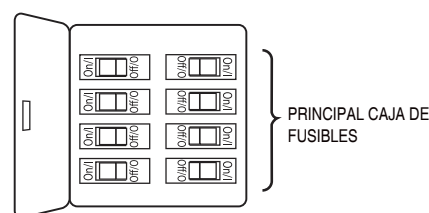

Figura 2
2. El cable de soporte del techo necesita atravesar el centro. Orificio del soporte de techo durante el montaje. Usando los dos tornillos # 8-32 sujetan firmemente la junta del soporte de techo y el soporte del techo a la caja de conexiones del techo como se muestra. (Figura 2)
Es fundamental que la caja de distribución eléctrica y los tornillos estén bien asegurados a la estructura armada y que sean capaces de soportar una carga de, al menos, 15,9 kg (35 lb). Si los tornillos no están correctamente colocados, el ventilador podría caerse. (Figura 2)
2. Instale la carcasa a la unidad de soporte de techo utilizando los tornillos anteriormente extraídos y fíjelos adecuadamente. (Figura 2)
2. Fije los soportes de aspas al soporte del motor mediante los tornillos de 1/4"-20 a través de los orificios ubicados al costado del soporte del motor. (Figura 2)
2. Extraiga uno de los tres tornillos del ensamble de la placa de iluminación y guarde los tornillos para pasos posteriores. Afloje levemente los otros dos tornillos. (Figura 2)
2. Restaure la fuente de alimentación de la toma de corriente enciendi la electricidad del fusible principal. (Figura 2)